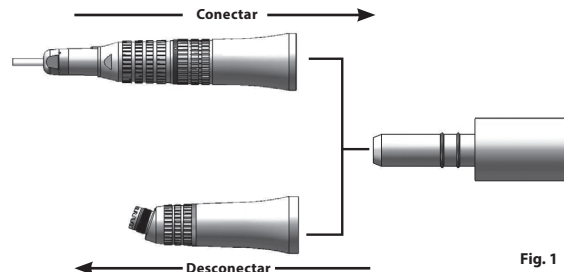

Fig. 1
**CONEXIÓN/DESCONEXIÓN DE LOS ACCESORIOS (Fig. 1)**